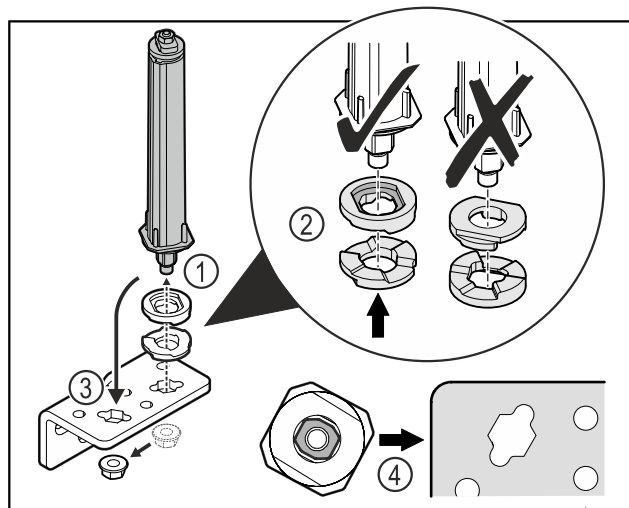

Fig. 30
- ▶ Vabastage mutter ja eemaldage ukseelukustussüsteem Fig. 30 (1).
- ▶ Pöörake tähelepanu kõrguseseadeseibide korrektsele väljajoondusele Fig. 30 (2).
- ▶ Paigutage ukseelukustussüsteem šarniirnergikus ümber ja fikseerige mutriga Fig. 30 (3).
- ▶ Pöörake sissepanemisel tähelepanu ukseelukustussüsteemi korrektsele väljajoondusele Fig. 30 (4).